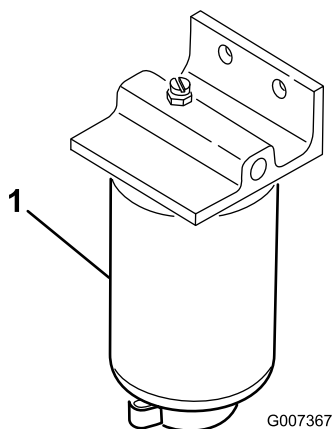

Bild 46
1. Stellen Sie einen sauberen Behälter unter den Kraftstofffilter (Bild 46).
2. Reinigen Sie den Anbaubereich der Filterglocke (Bild 46).